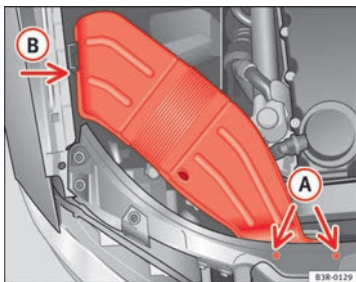

Abb. 213 Luftführungshutze an rechter Fahrzeugseite
- Drehen Sie die Schrauben **A** ⇒ Abb. 213 heraus.